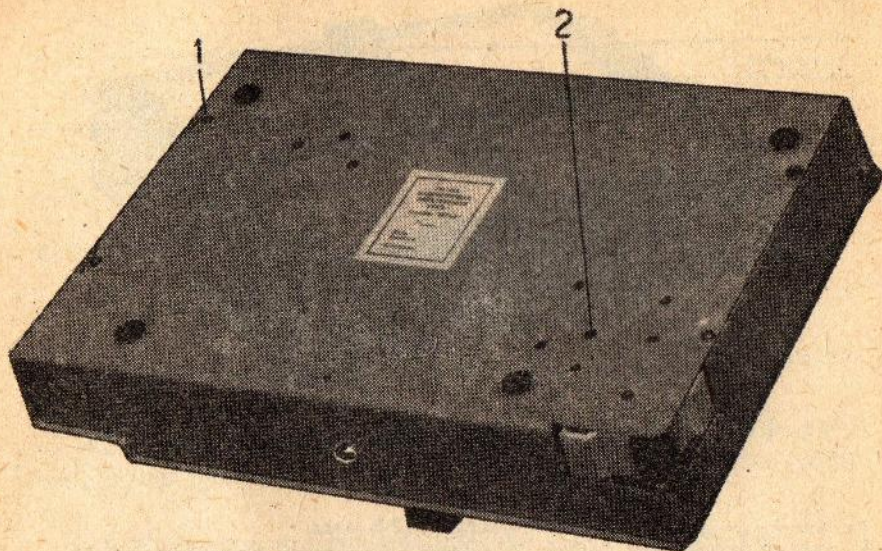

Рис. 4. Вид прибора ЭКР-2 снизу:
5.1. Прибор ЭКР-2 состоит из панели 10 (рис. 1) и основания 6 (рис. 3). Панель соединяется с основанием с помощью четырех винтов 1 (рис. 4). При установке прибора на фотоувеличитель с автоматической наводкой на резкость следует учесть, что расстояние между поверхностями экрана прибора и стола фотоувеличителя составляет  $60 \pm 1$  мм.
6.1. Перед началом работы выверните стопорный винт 2 (см. рис. 4).
8.5. Закрепляйте стопорным винтом 2 (см. рис. 4) держатель фотоэлемента 2 (см. рис. 3) перед транспортированием прибора.